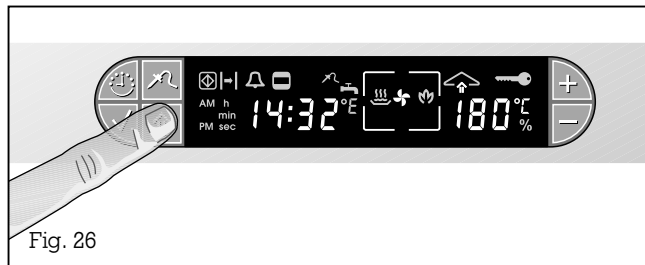

Fig. 26
- Maintenez enfoncée la touche ↑ (vapeur à la demande/condensation) (fig. 26).